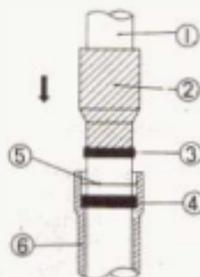
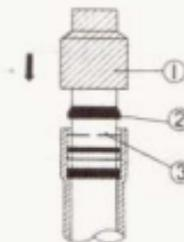
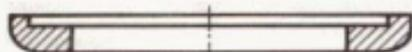

Bild 185
Bild 186
Bild 188
Zwischenbemerkung: Bei dem in Bild 187 gezeigten Gabelholm entstanden dadurch Schwierigkeiten beim Auspressender Wellendichtung, dass diese sich verkatthatte. Da spritzte dann eine Menge Öl vorbei, aber der Dichtung rührte sich nicht vom Platz. Abhilfe schaffte der Gleithammer nach Bild 56.13: Wie in Bild 185 angesetzt brach er die Wellendichtung zunächst in die richtige Position. Eine erneute Druckerzeugung führte dann zum Erfolg.
- Sprengung (18), Verschlussstopfen (19) und Feder (9) ausbauen, im Rohr befindliches Öl entfernen. Verschlussstopfen (19) «kommt» nicht, wenn er sich verkantet. Dann auf die erhöhte stehende Seite drücken oder schlagen, um die Verkantung aufzuheben.
- Urten Wellendichtung (5) legt Distanzring (6), der sich leicht ausbauen lässt, weil er mit grosser Spalpassung eingepasst ist. (Gabe nach unten halten; dann fällt er heraus). Die Einbaulage dieses Rings ist zu beachten: Rundung unten (siehe dazu Bild 188).
- Mit gleichem Werkzeug Distanzring (6) und Wellendichtung (5) einbauen. Einbaulage des Distanzrings ist in Bild 188 gezeigt. Wellendichtung so einbauen, dass Beschriftung nach oben weist. Spezialwerkzeug nach Bild 56.13 sorgt dafür, dass Wellendichtung nicht verkratzt. Schief sitzende Wellendichtungsdichtung nicht ab, auch nicht, wenn sie ganz neu ist! Den Montagevorgang zeigt Bild 185.
- Sprantring (4) in die vorgesehene Nut einsetzen.
- Staubdichtung (3) montieren (mit umgedreht ange-setztem Gleithammer antreiben, siehe Bild 186).
- Feder (9), Federkeller (8), kurze Feder (8) und Verschlussstopfen (19) mit O-Ring montieren und mit Sprengring (18) sichern.
- Faltenbalg (46) aufziehen.